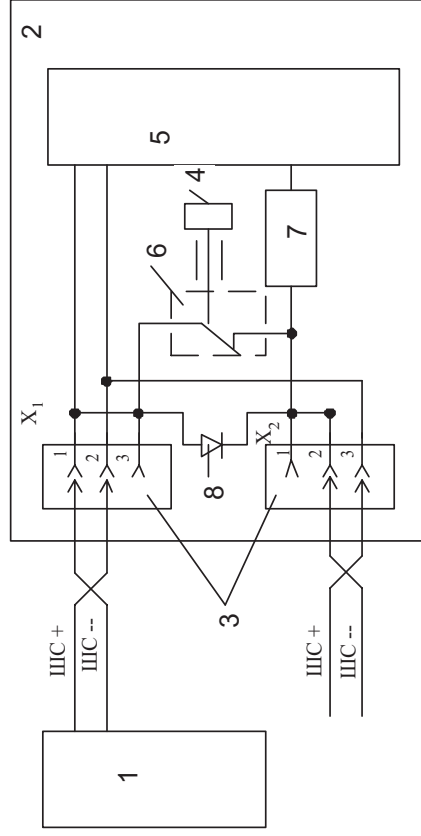

Рис. 6.5
6.3.12. Схема подключения извещателя к прибору в варианте 4 приведена на Рис.6.5.